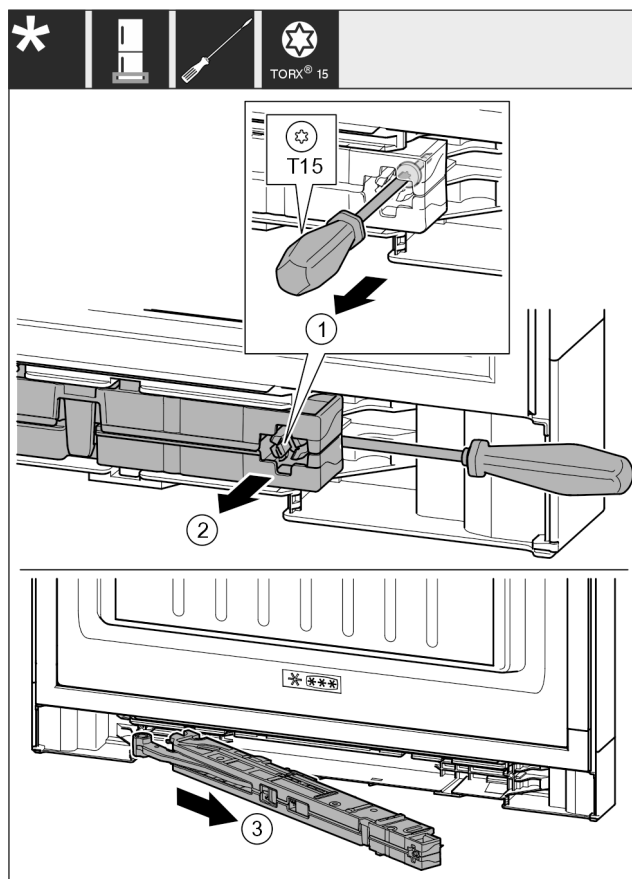

Fig. 21
- Ослабьте винт Fig. 21 (1) на узле амортизатора закрытия двери с помощью отвертки на 14 мм.
- При помощи отвертки отведите узел амортизатора закрытия двери Fig. 21 (2) со стороны ручки вперед.
- Извлеките узел амортизатора закрытия двери Fig. 21 (3).